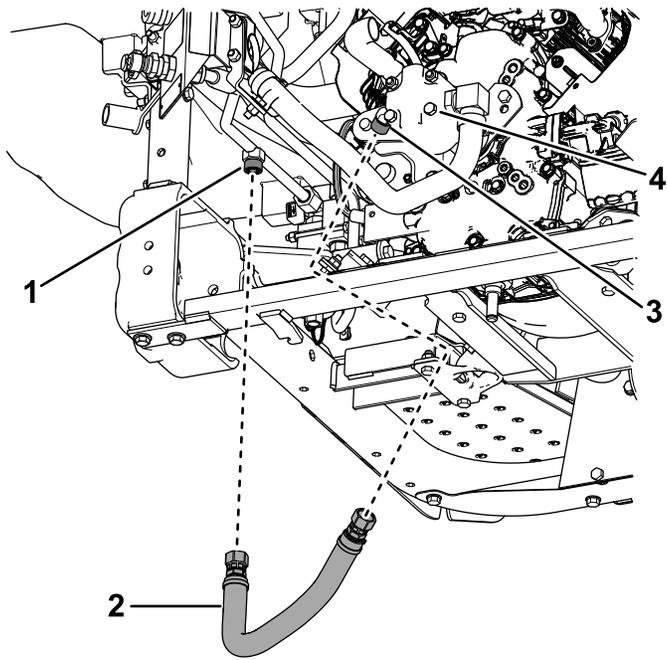
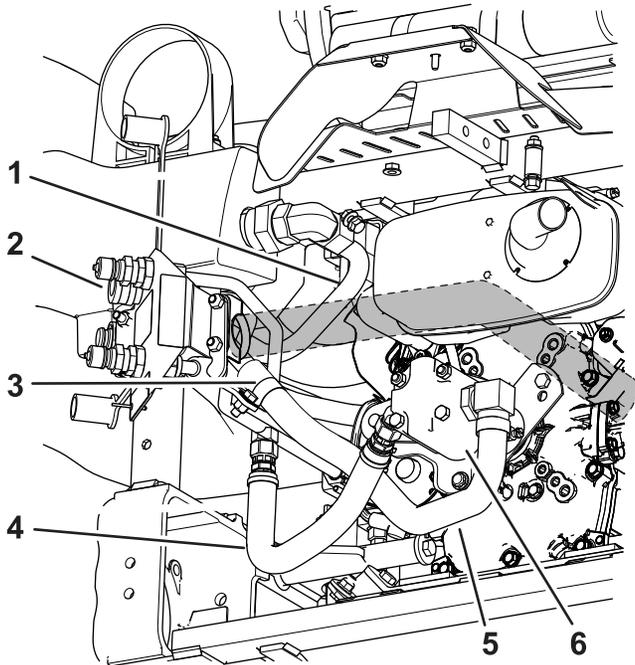

図 29
図 30
6. 図 27と図 30に示すように、太い油圧ホースに R クランプを取り付ける。
9. フィッティング付きの油圧ホースを、油圧ポンプに取り付けた 45 度エルボに取り付ける 図 29 と 図 30。
10. 油圧ホースと油圧ラインと油圧ポンプとの位置関係については 図 30 を参照のこと。